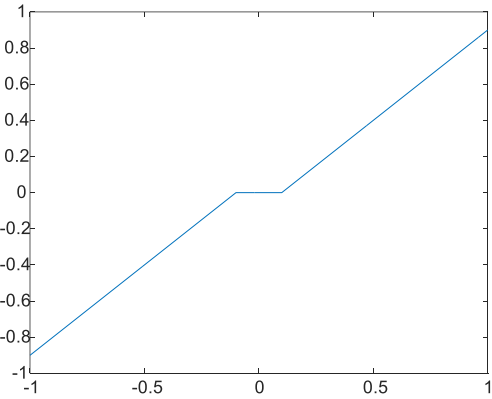

Fig. 4. Relación de entrada salida que tiene el actuador lineal con zona muerta de 0.5.
-Determinar el efecto de la no linealidad en la acción de control, descrita en la Fig. 4, y verificar cuál es el máximo valor admisible de la no linealidad.
-Determinar el efecto de la no linealidad en la acción de control, descrita en la Fig. 4, y verificar cuál es el máximo valor admisible de esa no linealidad.